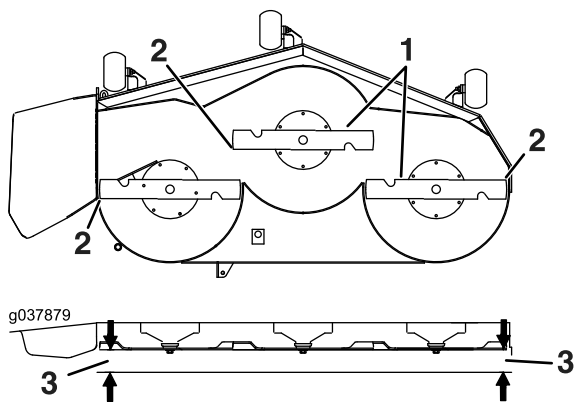

Figura 83
6. Mida entre la punta de la cuchilla y la superficie plana (Figura 83). Si ambas mediciones no están dentro de los 5 mm (3/16"), ajuste la nivelación; siga con este procedimiento.
14. Gire cuidadosamente las cuchillas colocándolas perpendicularmente al sentido de avance de la máquina (Figura 83).